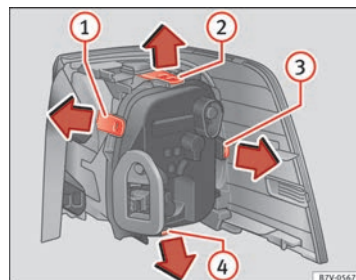

Fig. 214 Luce posteriore sulla carrozzeria: Smontare il portalamпада. da ① a ④: linguette di bloccaggio.
9.	Per sbloccare il portalamпада, premere le linguette di bloccaggio da ⇒ fig. 214 ① a ④ nella direzione indicata dalla freccia.